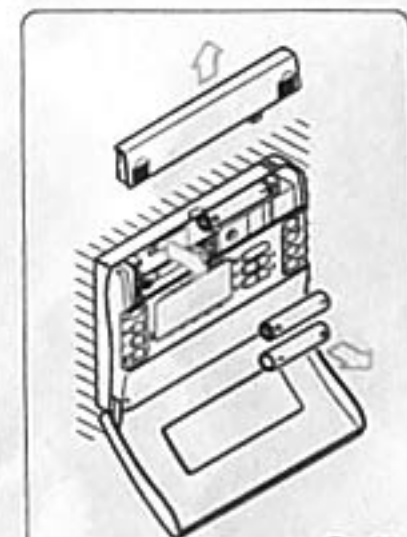

Fig. 80
**16.2** - Sfilare il coperchio delle pile (fig. 80).